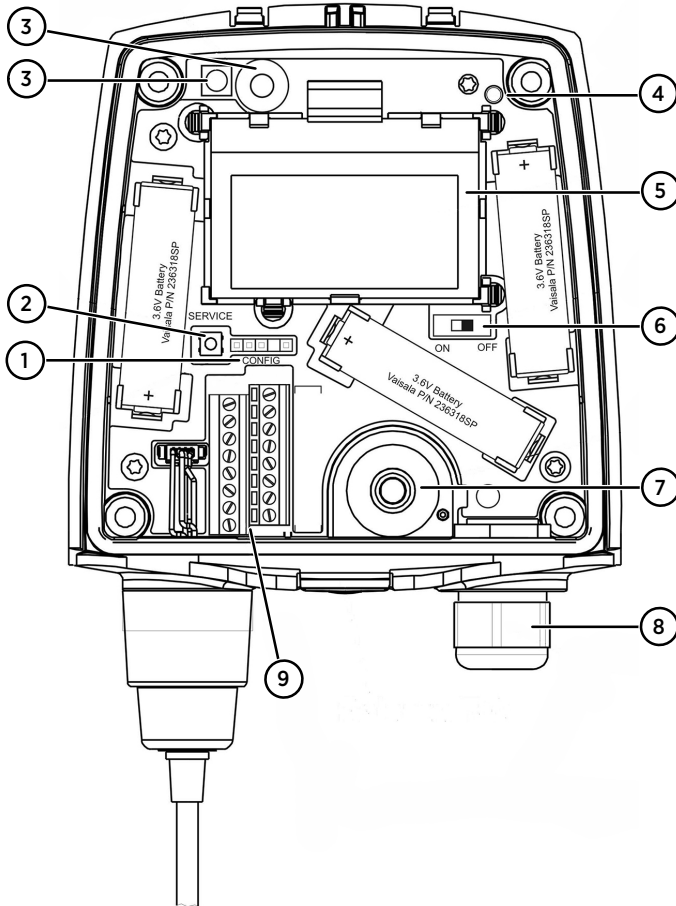

Abbildung 13 HMT140 – Komponentendiagramm
- 4. Setzen Sie drei 3,6-V-Lithiumbatterien ein, siehe Abbildung 13 \(Seite 29\).